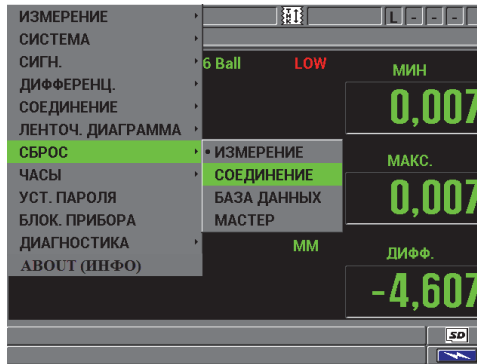

Рис. 8-8 Экран СБРОС СВЯЗИ
1. Нажмите клавишу [SET UP] и выделите СБРОС (См. Рис. 8-8 на стр. 153):